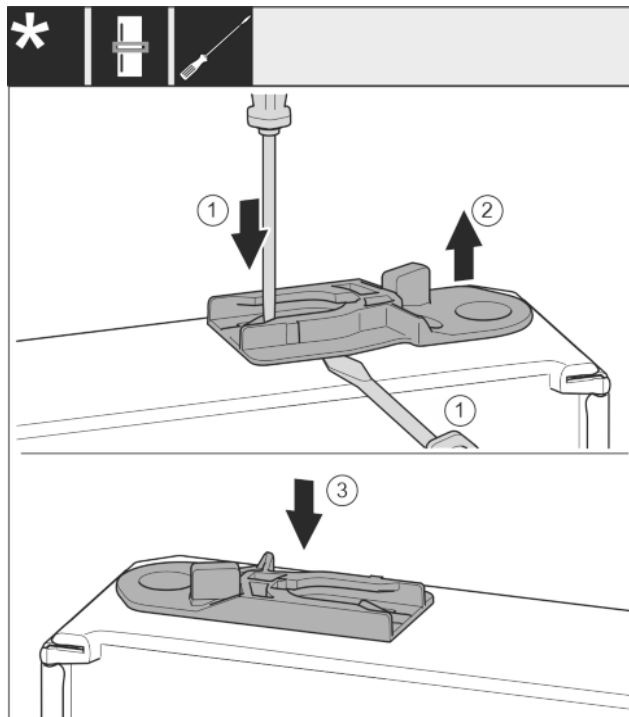

*Fig. 28*
- ▶ Retirar la cubierta y colocarla en el otro lado. *Fig. 28 (1)*
- ▶ Colocar el soporte de apoyo en el otro lado y atornillarlo con la ayuda de un destornillador T20. Empezar por el tornillo 2 en la parte inferior central. *Fig. 28 (2)*
- ▶ Apretar los tornillos 3 y 4. *Fig. 28 (3,4)*
- ▶ Girar 180° la conexión del amortiguador de cierre. Atornillar al otro lado del soporte de apoyo con el destornillador T20. *Fig. 28 (5)*
- ▶ Introducir totalmente el perno de apoyo. Asegurarse de que el saliente de retención mire hacia atrás. *Fig. 28 (6)*